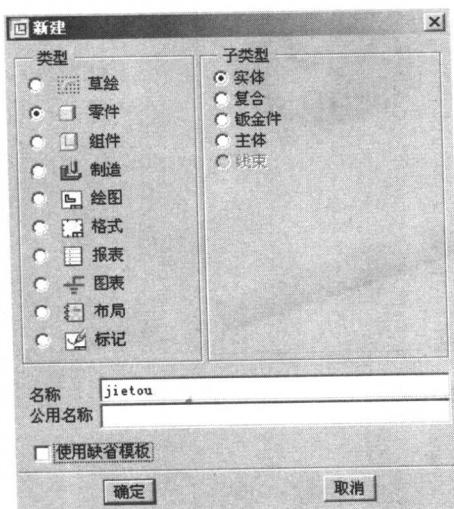

图 1-3 “新建”对话框
(1) 启动 Pro/ENGINEER Wildfire 3.0 中文版后，选择“文件→新建”命令，打开“新建”对话框，如图 1-3 所示。
(2) 确定选择的是“零件”选项，然后在“名称”栏中输入 jietou，注意取消选择“使用缺省模板”项。